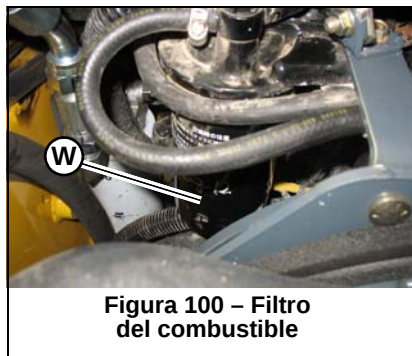

Figura 100 – Filtro del combustible
4. Retire el filtro del combustible (W, Figura 100) usando una llave para filtros, si es necesario. Limpie con cuidado la superficie de montaje de la cabeza del filtro con un paño limpio.